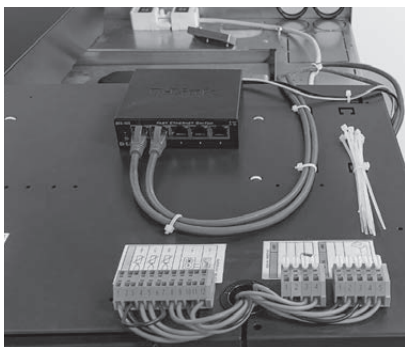

Fig. 98 Collegamento alle morsettiere (morsetti senza viti con molla a gabbia)
- I morsetti di collegamento (morsetti senza viti con molla a gabbia) si trovano sul coperchio del quadro di comando – Fig. 98.